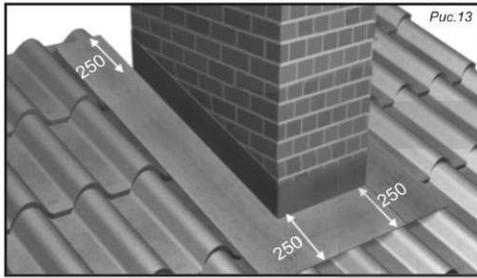

Рис.13
3. Обработать два пристенных профиля по боковому размеру трубы и установить их на боковые грани трубы. Между пристенными профилями и листами металлочерепицы обязательно использовать уплотнитель из пенополиуретана (рис.13).